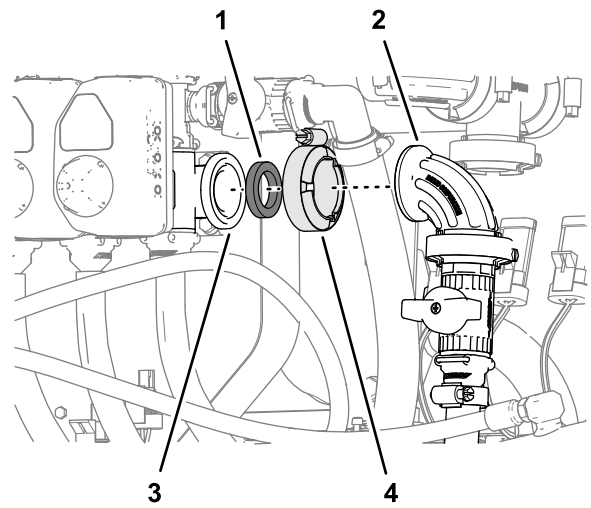

Рисунок 139
- Установите прямоугольный штуцер отсечного клапана дополнительного комплекта ручного распылителя или комплекта электрического шлангового барабана на фланец клапана сопла 10 с помощью фланцевого хомута и прокладки, снятых при выполнении действий, описанных в пункте 1, и затяните хомут от руки (Рисунок 139).